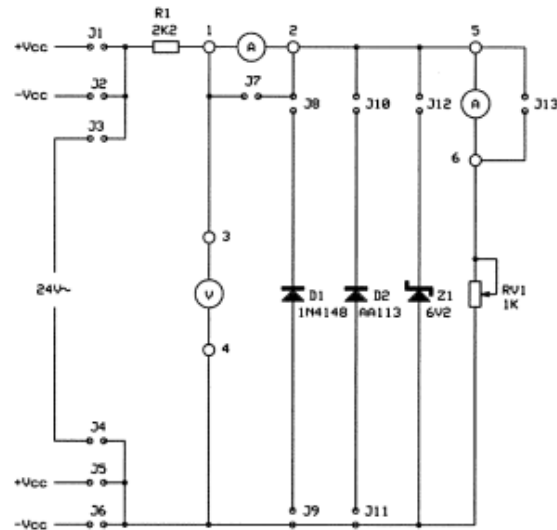

Fig. 8: Circuito del módulo MCM3 – Diodos
2.2.5. Reconocer la etapa del módulo **MCM3** que se muestra en la Fig. 8.